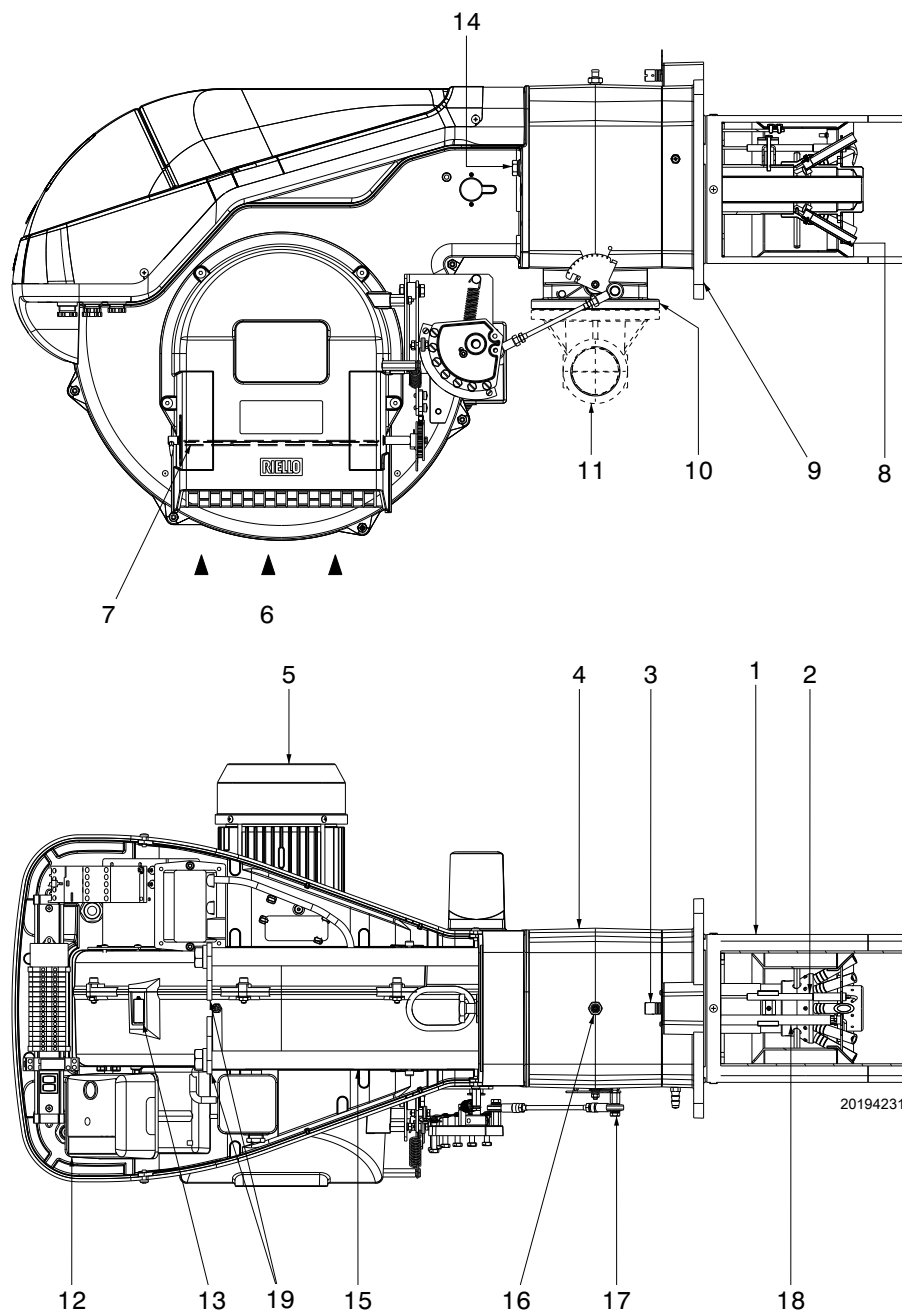

图 5
- (1) 参考条件 : 环境温度 20°C - 燃气温度 15°C - 大气压力 1013 mbar - 海拔 0 m a.s.l.
(2) 测试点 16) (图 5) 处的燃气压力 , 此时炉膛压力为 0 并且燃烧器处于最大出力运行状态。
(3) 噪音测试在制造商燃烧实验室内进行 , 燃烧器在测试锅炉上以最大出力运行。声功率以 “ 自由场 ” 法测得 , 符合 EN 15036 标准要求以及 EN ISO 3746 标准要求的 “ 准确 : 类别 3 ” 的测量精确度。
如果控制盒按钮（红色 LED 灯）12（图 5）指示灯亮起，则表示燃烧器锁定。